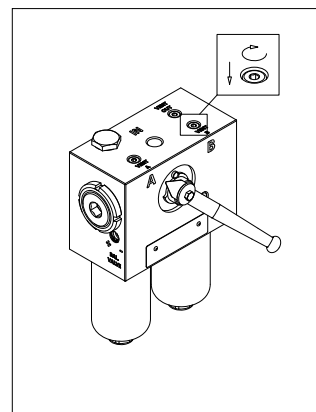

fig. 16
- (Fig. 16) Serrare immediatamente il tappo di sfiato